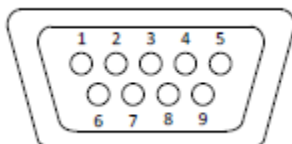

図 7 シリアルポートのコネクタ
- ・本装置と監視機器との接続には表 2 および図 7 を参照の上、適切なケーブルをお使いください。